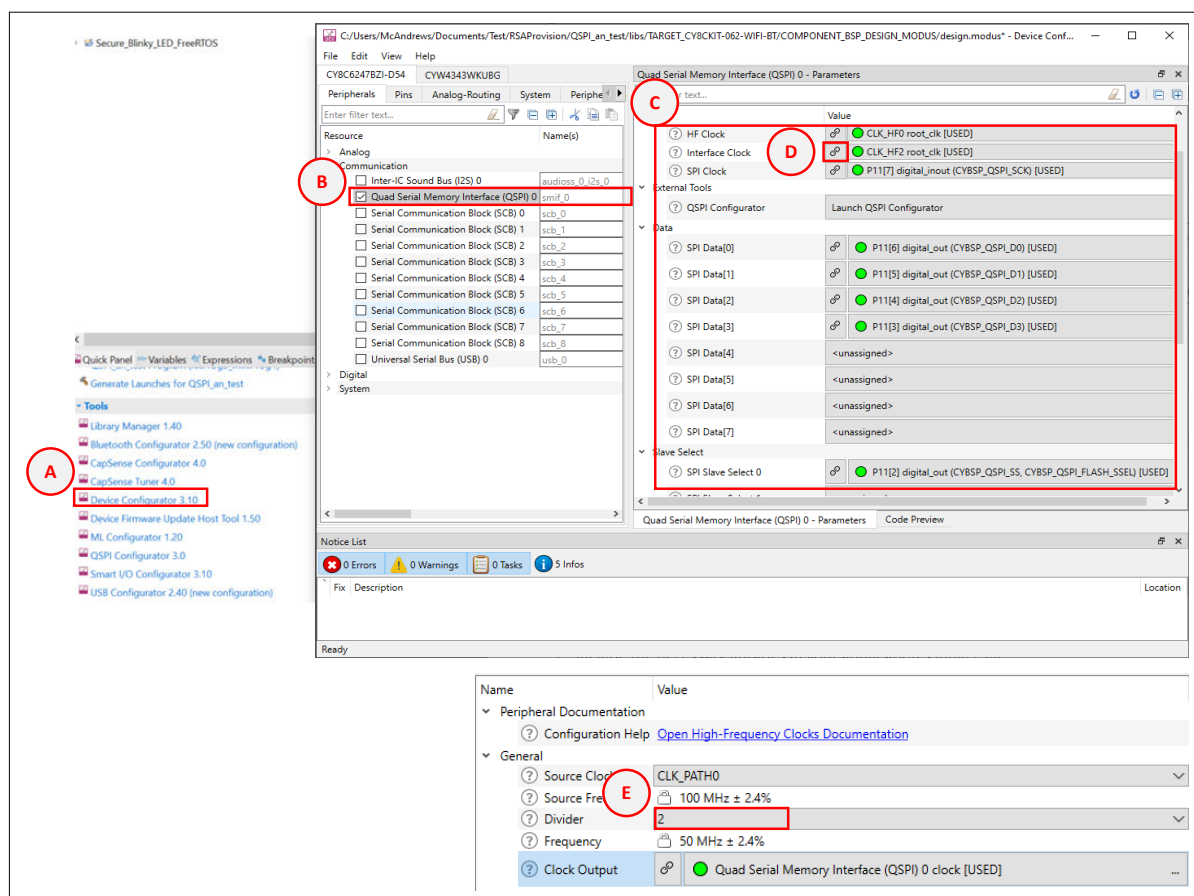

図 2 QSPI ブロックを設定する手順
1. デバイスコンフィギュレータを使用して QSPI ハードウェアを有効にします。図 2 に、外部フラッシュデバイスを備えた PSOC™ 6 MCU キットでの使用に適した設定例を示します。
- c. 図 2 に示されているように、**QSPI** ブロックを設定してください